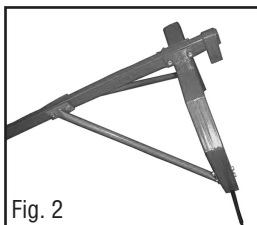

Fig. 2
6. Glissez deux boulons M10x15 (n° 13) au travers des extrémités des ferrures d'appui et au centre de la poignée. Glissez une rondelle $\phi 10$ (n° 12) et des contre-écrous M10 (n° 11) sur chaque boulon. Serrez solidement chaque boulon (voir la fig. 2).